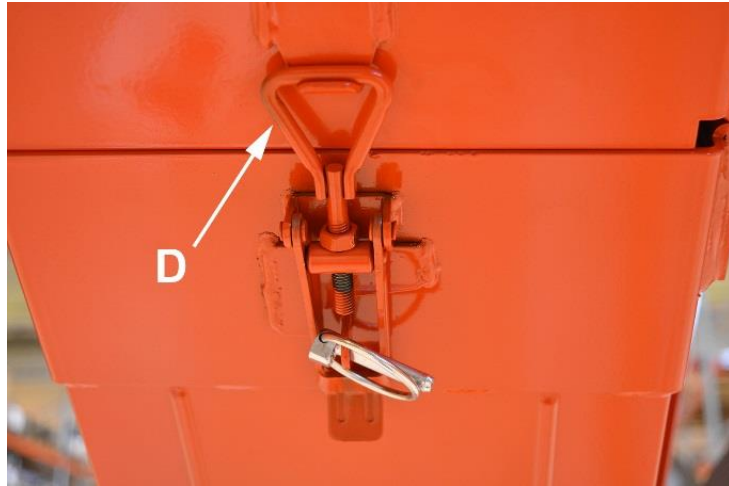

Bild 8.
6. Lyft transportören till önskad vinkel med hjälp av en vinsch (max. 40°) och lås utmatningstransportörens övre del i driftläge genom lås D på bild 8.
2. Frigör låsning D på bild 8 och sänk transportören i det nedersta möjliga läget med en vinsch.